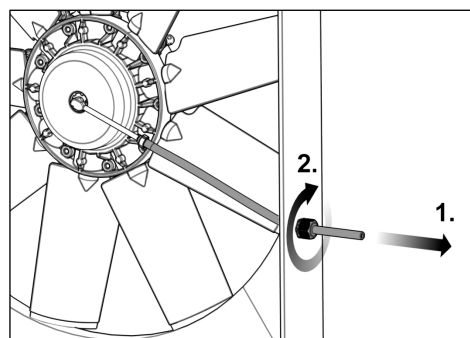

Fig. 31
- 24) Tensionar a mangueira de pressão (ver Fig. 31 passo 1) de forma a permitir uma rotação ligeira da junta rotativa (máx. 15°).
- 25) Fixar a mangueira de pressão por meio do alívio de tensão (ver Fig. 31 passo 2).